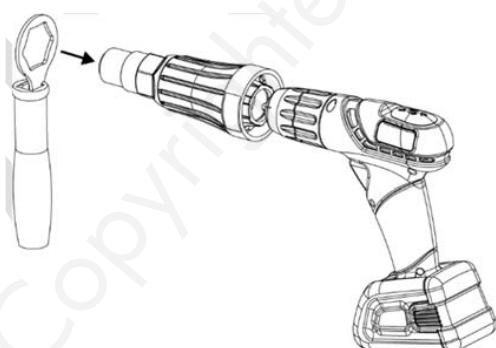

Figure 5
- ATTENTION :** Si le rivet est difficile à fixer, la force de contre-rotation sera plus grande. Nous vous recommandons d'installer la poignée d'extension (figure 5). Il est aussi fortement recommandé de faire démarrer la perceuse lentement.